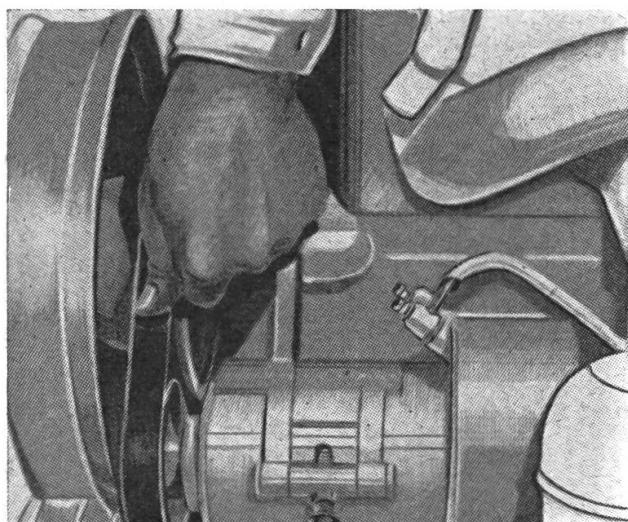

Abb. 5a:
3. Vorsicht ist auch bei einem luftgekühlten Motor walten zu lassen, vor allem dann, wenn der Lüfter mit **Keilriemen** angetrieben wird. Deshalb sollte der Traktorfahrer jeden Morgen den Lüfterriemen mit dem Daumen prüfen (Abb. 5a-5b). Er soll sich etwa 10-15 mm eindrücken lassen. Nur so hat er die richtige Spannung. Bei straffem Sitz kann der Keilriemen reißen und bei zu schwacher Spannung auf der Keilriemenscheibe rutschen. In beiden Fällen ist die Kühlung gefährdet. Bei dieser Gelegenheit sollte auch der Windflügelriemen geprüft werden, soweit ein solcher vorhanden ist.